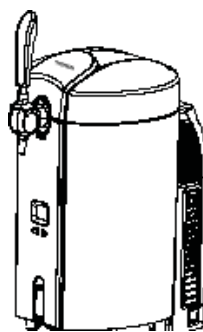

Figura 4
3. Instale la bandeja de goteo en la muesca proporcionada. Figura 4